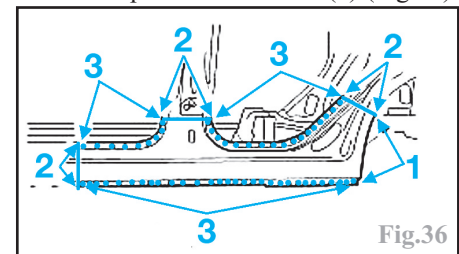

Fig.36
Poncer la tôle (1) sur le bord de passage de roue, tracer les plans de coupe (2) et meuler les points de soudure (3) (Fig.36)